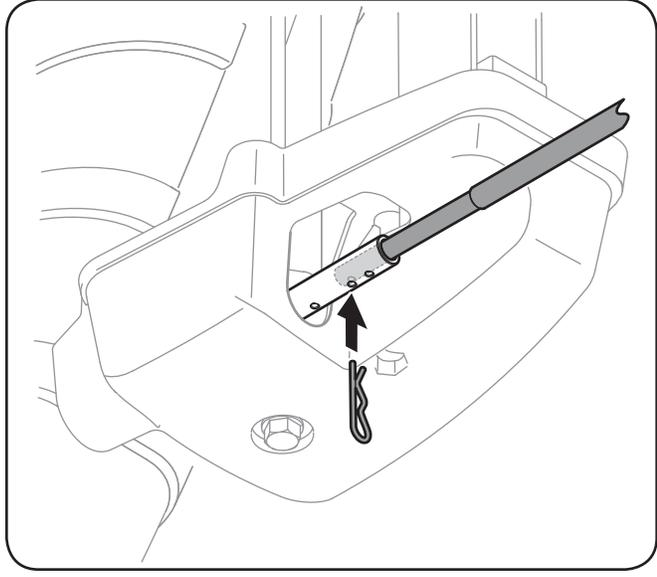

Figure 3-8
6. Poussez la tige de commande de la goulotte vers le panneau de bord jusqu'à ce que le trou de la tige soit aligné avec le trou du milieu sur l'entrée de la commande, puis insérez la goupille fendue. Voir la Figure 3-8.